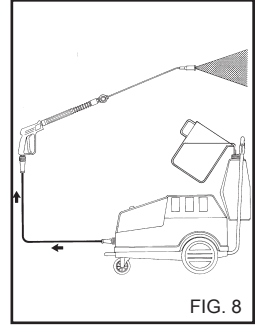

FIG. 8
1) Nach einem Waschvorgang mit Reinigungsmittel den Absaugzyklus nachspülen; das Absaugrohr (Fig. 8) in einen Kanister mit sauberem Wasser stecken und die Pumpe bei völlig geöffnetem Dosierungshahn und bei Lanze in Reinigungsmittel-Abgabeposition eine Minute lang laufen lassen.
4) Nach einem Waschvorgang mit Reinigungsmittel den Absaugzyklus nachspülen; das Absaugrohr (Fig.8) in einen Kanister mit sauberem Wasser stecken und die Pumpe bei völlig geöffnetem Dosierungshahn und bei Lanze in Reinigungsmittel-Abgabeposition eine Minute lang laufen lassen.